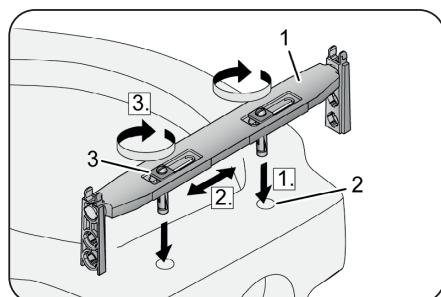

Abb. 5
1. Legen Sie die Auflagebrücke (1, Abb. 5) auf den hinteren Rand des Toilettentrichts. Stecken Sie dabei die Dübel in die Bohrungen (2, Abb. 5) des Toilettentrichts.
3. Drehen Sie die Schrauben (3, Abb. 5) im Uhrzeigersinn. Dabei werden die Dübel gespreizt. Ziehen Sie die Schrauben mit einem Anziehdrehmoment von 3 Nm fest.